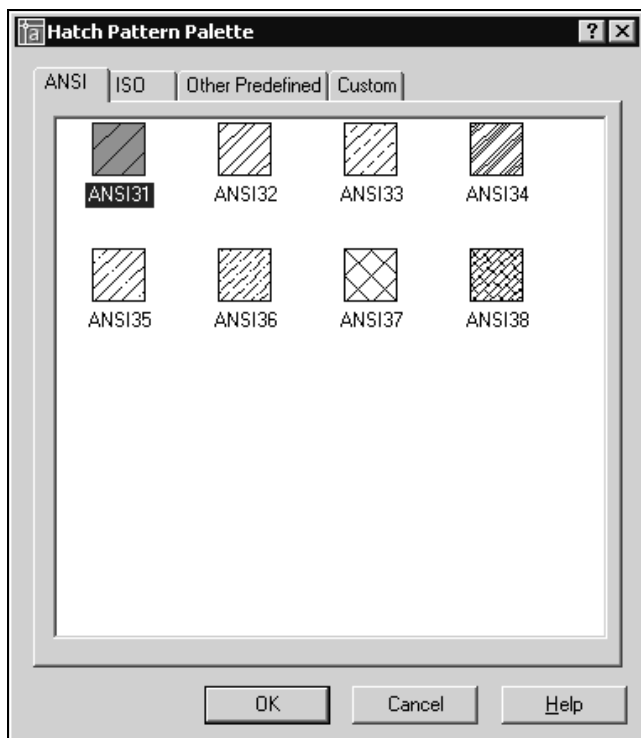

Рис. 8.2. Диалоговое окно образцов штриховки на вкладке **ANSI**
5. Для выбора образца штриховки нажмите кнопку с символом [...]. Откроется диалоговое окно **Hatch Pattern Palette** (Палитра образцов штриховки), в котором выберите вкладку **ANSI** (рис. 8.2).